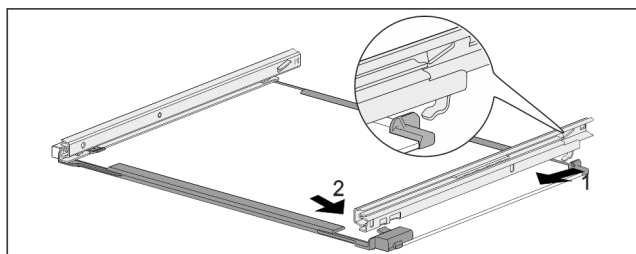

Fig. 66 Стеклая пластина с направляющими
- ▶ Зацепите направляющую сзади. Fig. 66 (1)
- ▶ Защелкните направляющую спереди. Fig. 66 (2)